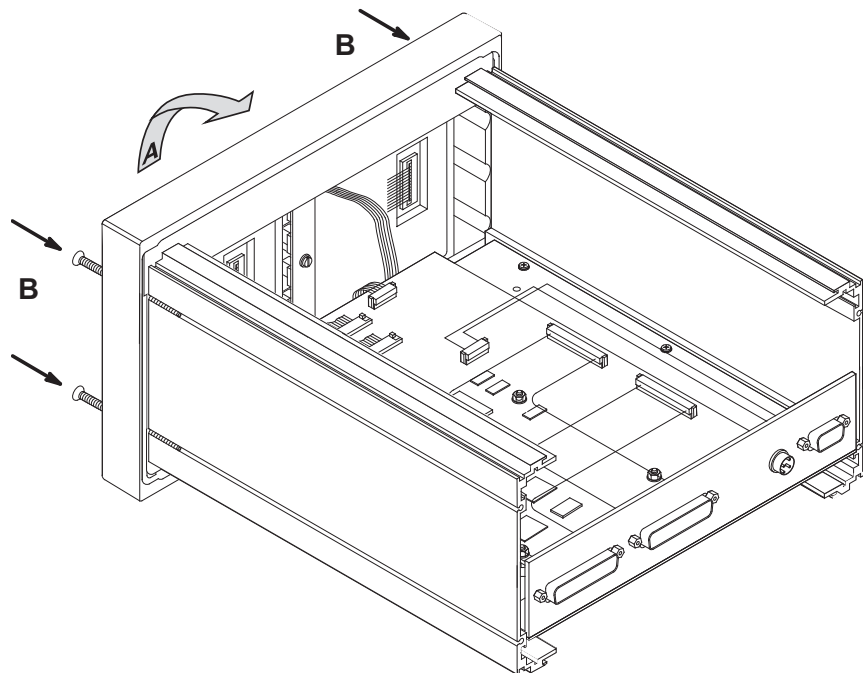

Bild 4-31: Anbringen des Frontpanels
16. Kippen Sie vorsichtig das Frontpanel zurück an seine Position am Gehäuse (Bild 4-31, A) und befestigen Sie es mit den vier Schrauben (Bild 4-31, B).